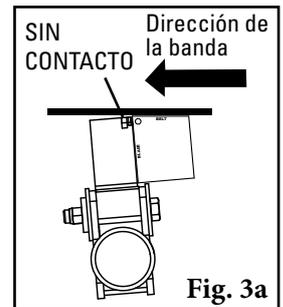
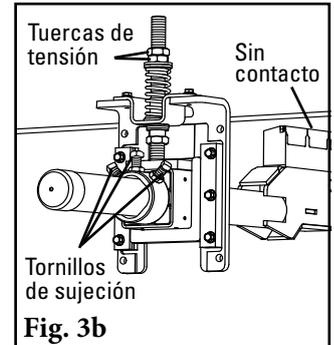

Fig. 3a
Fig. 3b
3. **Establezca el ángulo de la hoja.** Centre el eje/hojas en la banda. Gire el eje hasta que la hoja quede a 5° utilizando el calibrador de ajuste que se proporciona (Fig. 3a). Apriete los tres tornillos de sujeción en cada montaje de eje de torsión para bloquear el eje en su lugar. La mejor práctica es apretar primero el perno del medio antes de apretar los pernos externos para asegurarse de que todo esté seguro (Fig. 3b). No debe haber contacto de la hoja a la banda mientras bloquea el eje en la posición correcta. Si hay contacto, revise dos veces la medida del Paso 1. **NOTA:** Para un rendimiento óptimo de limpieza se recomienda desbastar los empalmes mecánicos de la banda.